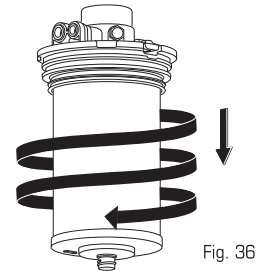

Fig. 36
El Soporte no está presionado totalmente sobre la Base.	Quite la basura que encuentre en el empaque (pág. 9, Fig. 36).
7. **Destornille para** remover y **desechar** el Filtro de conformidad con los requisitos locales (Fig. 36).